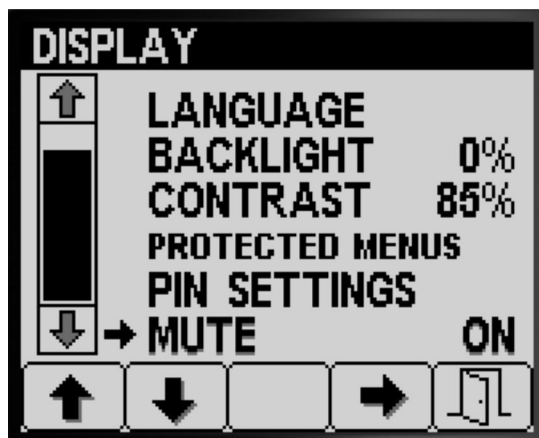

Figure 30
- Appuyez sur le bouton 1 ou 2 pour naviguer jusqu'à l'option SOURDINE (Figure 30).